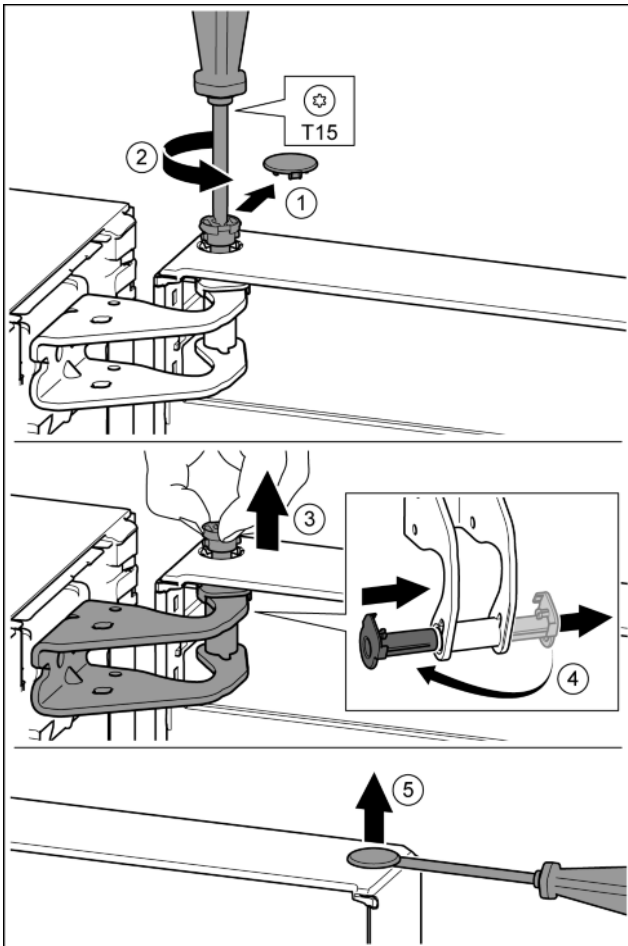

Fig. 11
- ▶ Enlever délicatement le cache de sécurité. *Fig. 11 (1)*
- ▶ Dévisser légèrement le boulon avec un tournevis T15. *Fig. 11 (2)*
- ▶ Tenir fermement la porte et sortir le boulon avec les doigts. *Fig. 11 (3)*
- ▶ Tirer la douille de palier en dehors du guide. La mettre de l'autre côté et l'enclencher. *Fig. 11 (4)*
- ▶ Soulever délicatement le bouchon en dehors de la douille de palier de porte avec un tournevis plat et le sortir. *Fig. 11 (5)*